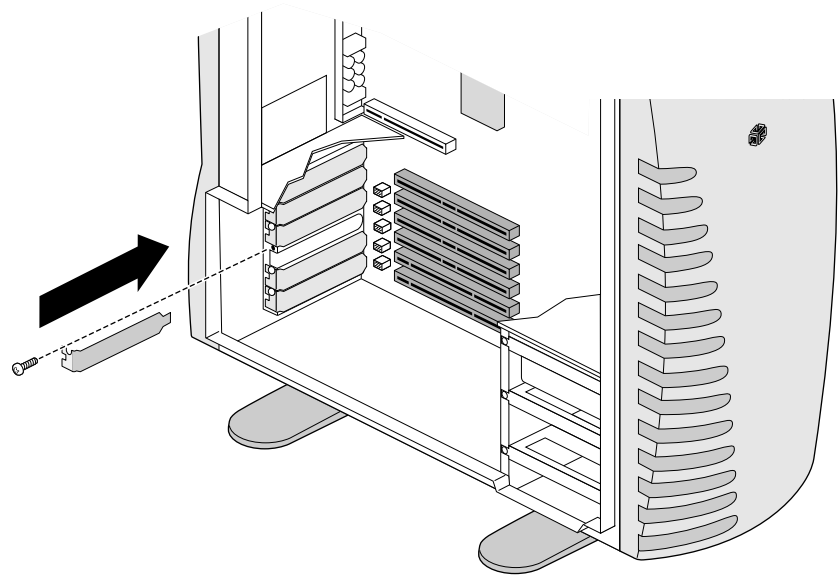

Abbildung 5-7 Einsetzen der E/A-Abdeckblende in den E/A-Steckplatz
1. Wenn Sie keine neue PCI-Karte installieren, setzen Sie eine E/A-Abdeckblende in den E/A-Steckplatz ein, aus dem Sie die Karte entfernt haben (Abbildung 5-7). Vergewissern Sie sich, daß Sie die Spitze der E/A-Abdeckblende in der Metallaussparung auf der E/A-Leiste (in der Nähe der Systemplatine) einsetzen. Eine Anleitung zum Einbau einer weiteren PCI-Karte finden Sie unter „Installation von PCI-Karten“ auf Seite 78.